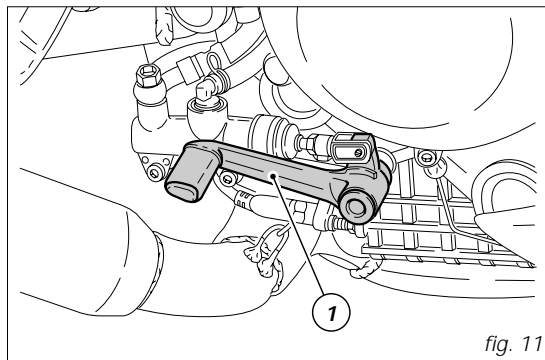

fig. 11
*Pedale comando freno posteriore (fig. 11)